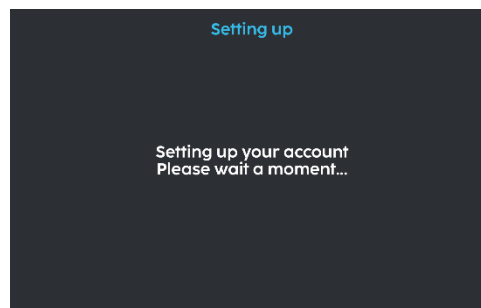

Fig. 7
7. Wacht tot uw account is ingesteld (Fig. 7).